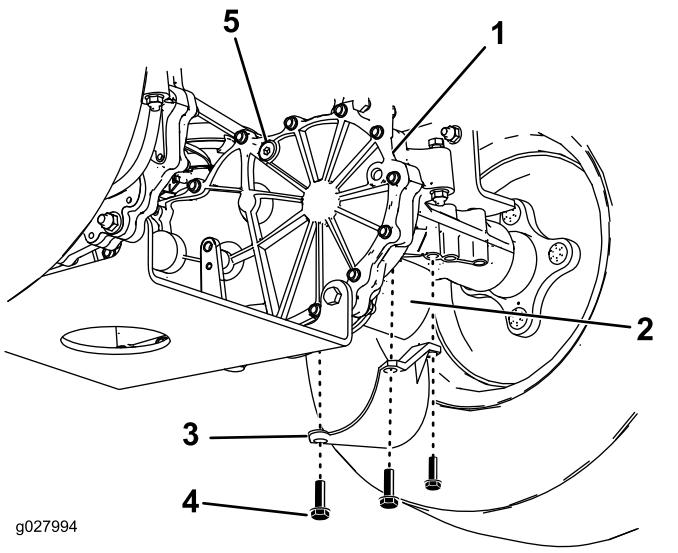

Figura 46
3. Localice el filtro y el protector del filtro en el sistema de transmisión de cada tranje (Figura 46). Retire los tres tornillos que sujetan el protector del filtro, y retire el protector.